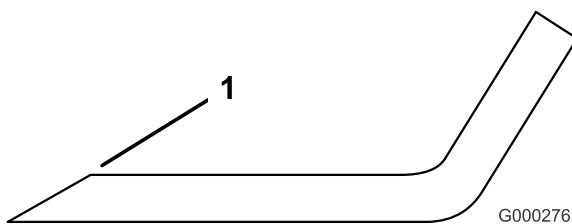

Figure 77
1. Au moyen d'une lime, aiguissez les tranchants aux deux extrémités de la lame (Figure 77). Veillez à conserver l'angle de coupe d'origine. Limez la même quantité de métal sur chacun des deux tranchants pour ne pas déséquilibrer la lame.